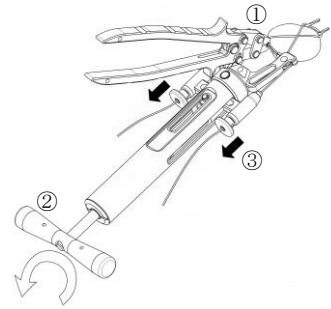

図 17
- 7) ①クリンパー S・2 穴を使用し、クリンパーのストッパーまで確実に握り、スリーブ部を圧着します。
②圧着後、ケーブルテンショナーを取り外します。ハンドルを左回転させ初期位置まで戻します。
③ケーブルホルダー部のつまみを引き、ケーブルテンショナーを取り外します。(図 17)